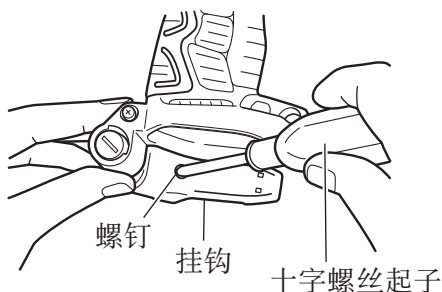
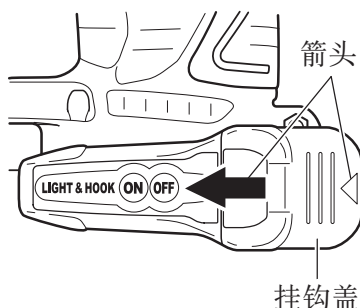

图 14
图 15
(4) 更换电池
- (a) 使用十字螺丝起子 (1 号) 松开挂钩螺钉 (图 14)。按照箭头方向推开挂钩盖 (图 15)。
- (c) 将挂钩主体上的缺口与挂钩盖上的凸起对齐, 依图 15 中的箭头相反的方向按下挂钩盖, 并旋紧螺钉。